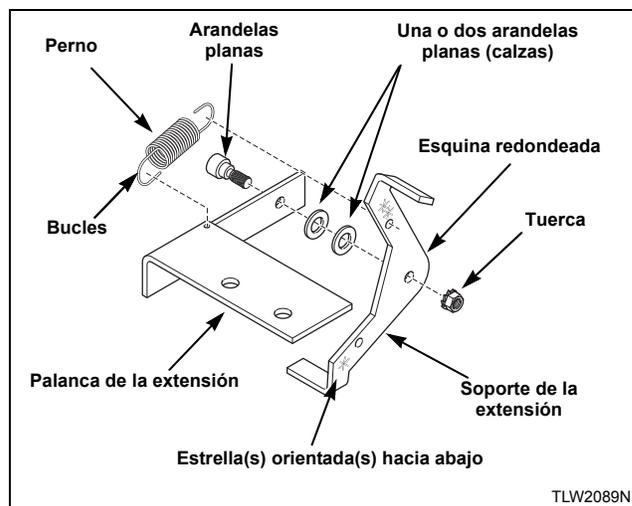

Figura 18
4. Instale la palanca de la extensión con la esquina redondeada mirando en dirección opuesta al soporte de la extensión usando un perno, una o dos arandelas planas (calzas) (utilice el número de arandelas incluido en el kit) y la tuerca. Consulte la *Figura 18*. Asegúrese de que las arandelas estén planas contra el soporte.
6. Instale el resorte de la extensión en el agujero del soporte y el agujero en el brazo superior de la palanca. Consulte la *Figura 18*.